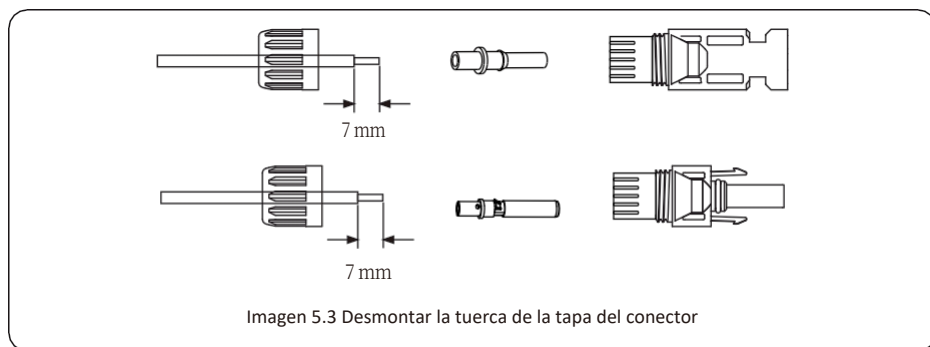

Imagen 5.3 Desmontar la tuerca de la tapa del conector
- a) Pele el cable de CC unos 7 mm y desmonte la tuerca de la tapa del conector (véase la imagen 5.3).